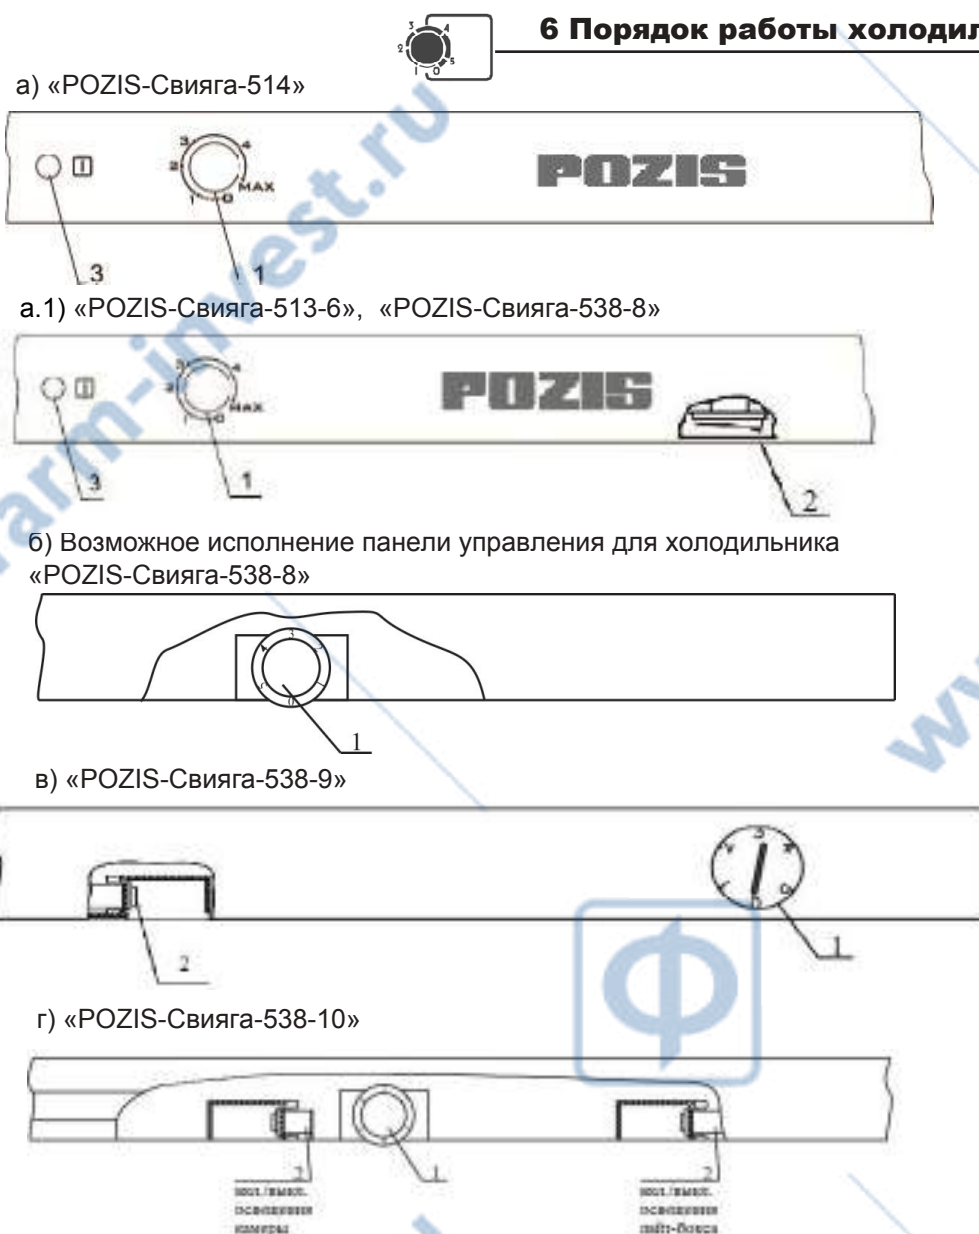

Рис.2 Регулировка температурного режима
5.9 В холодильнике POZIS-Свяга-538-10 предусмотрено освещение рекламной панели, выключатель которой находится в нижней части панели управления (см. рис.2).
6.2. Температурный режим в холодильнике устанавливается путем поворота ручки терморегулятора (рис.2) до выбранного по шкале температурного режима.
Для холодильников POZIS-Свяга-513-6, POZIS-Свяга-514, POZIS-Свяга-538-8 (рис. 2(a), 2(a.1)) температурный режим выбирается исходя из следующего:
Для холодильников POZIS-Свяга-538-8 (рис. 2б), POZIS-Свяга-538-9 (рис. 2в), POZIS-Свяга-538-10 (рис. 2г) температурный режим выбирается исходя из следующего: